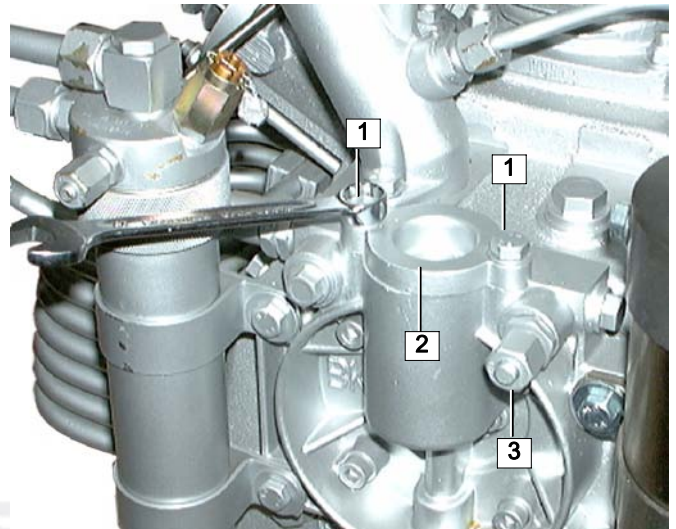

Рис. 35 Отвинчивание крышки
- Удалите оба винта (1, Рис. 35). Снимите крышку (2).
- При работающем компрессоре и открытом клапане выпуска конденсата снимите запорный колпачок (3, Рис. 35) и подождите, пока не начнет выступать масло без воздушных пузырьков. Поставьте крышку на место.